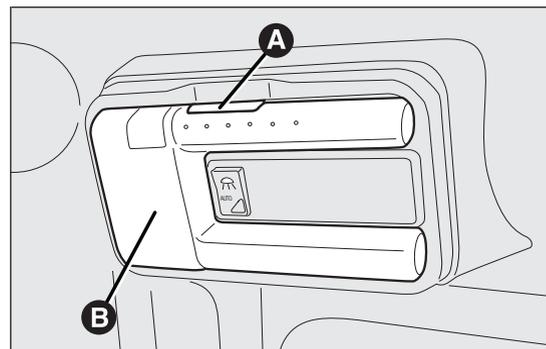

fig. 160
- premere il pulsante A fig. 160 ed estrarre la plafoniera asportabile B;